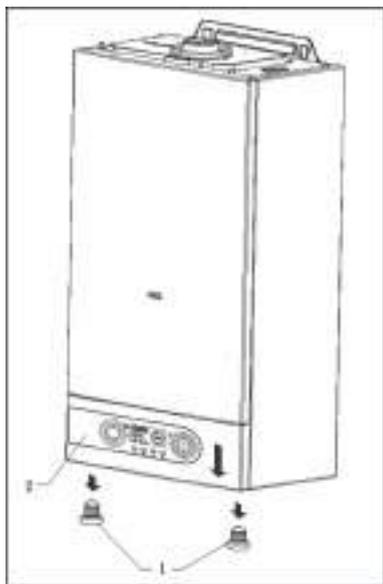

Рис. 20.
- Отвинтите 2 болта в нижней части панели управления (поз. 1 рис. 20).
- Потяните панель управления вниз, чтобы обнажить зажимные винты фиксации поверхности оболочки (2 на рис. 20).